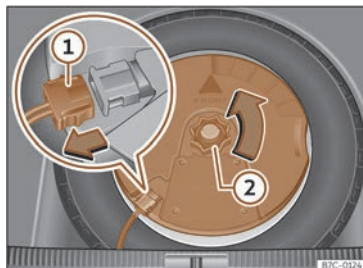

Abb. 206 Im Gepäckraum: Subwoofer ausbauen.
- Ziehen Sie das Subwoofer-Lautsprecherkabel heraus >>> (Abb. 206) ①.
- Drehen Sie das Befestigungshandrad entgegen dem Uhrzeigersinn heraus >>> (Abb. 206) ②.